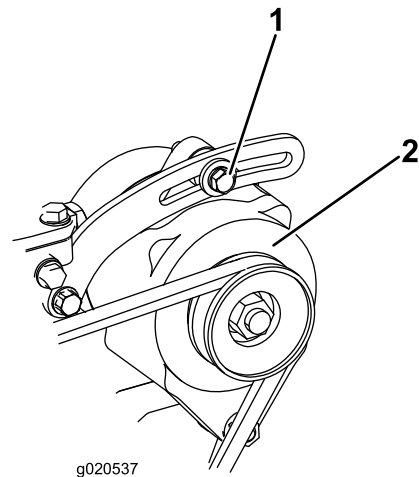

Bild 146
3. Prüfen Sie die Spannung des Lichtmaschinenriemens, indem Sie eine Kraft von 10 kg in der Mitte zwischen der Lichtmaschine und den Riemenscheiben der Kurbelwelle ansetzen (Bild 146).
4. Lösen Sie die Schraube, mit der die Lichtmaschine an der Strebe befestigt ist, sowie den Lichtmaschinenzapfen. (Bild 146)